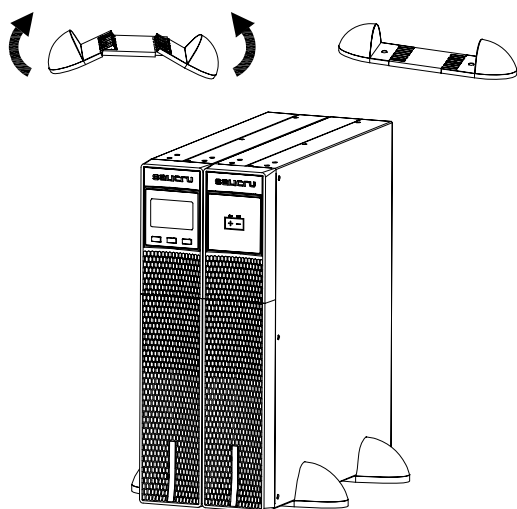

Fig. 9. Modèle en montage vertical -type tour- avec extension autonomie (module de batteries).
- Les Fig. 5 à Fig. 9 montrent, à titre d'exemple, les graphiques d'un équipement ou de ce dernier avec son module de batteries. Ces illustrations sont d'une aide et d'une orientation dans les étapes à suivre et ne visent en aucun cas à particulariser les instructions à un seul modèle, bien que dans la pratique les actions à effectuer soient toujours les mêmes pour toutes.
- Placez l'onduleur et le module de batteries debout entre les deux bases (voir la Fig. 9) et à une distance de 70 mm depuis chaque extrémité, comme il est indiqué à la Fig. 7.
Branchez le câble de prise de terre fourni avec le tuyau aux points correspondants indiqués, sur borne ou vis (voir la Fig. 9.)